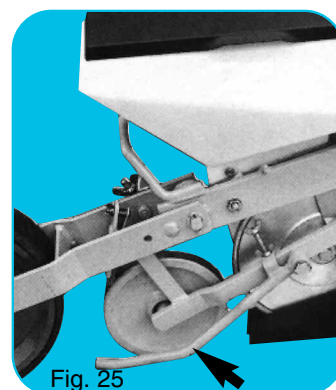

Fig. 25
- Fig. 25 : Rasette latérale pour améliorer la fermeture du sillon avant tassage.
- Fig. 25 : Side scrapers to improve furrow closing before firming.
- Fig. 25 : seitliche Zustreicher zum Schließen der Saatlücke.
- Fig. 25 : Coltro laterale per migliorare la chiusura del solco prima della rinalzata.